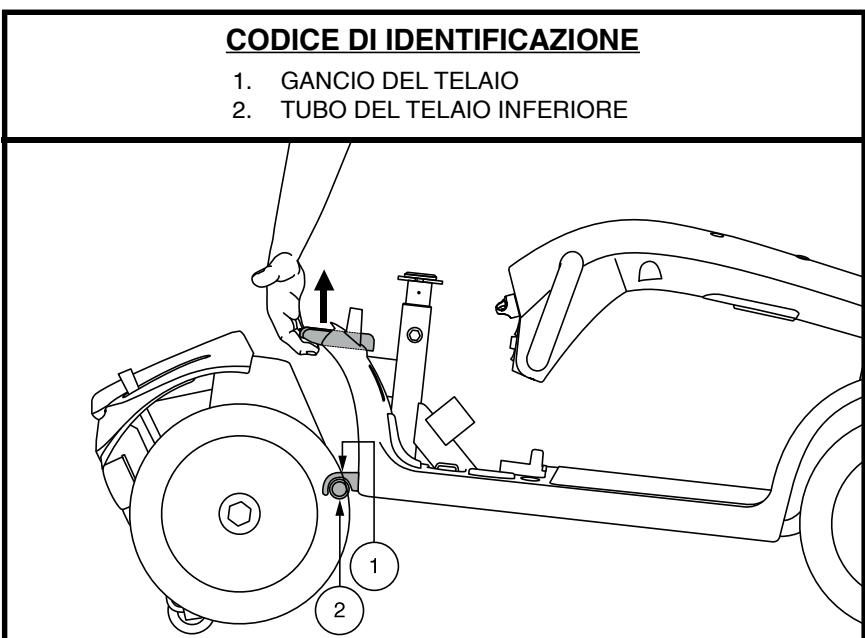

Figura 24. Leva di rilascio del telaio
3. Sollevare la leva di rilascio del telaio. **Vedere figura 24.**
1. Posizionare sezione posteriore e sezione anteriore dello scooter come da **figura 24.**